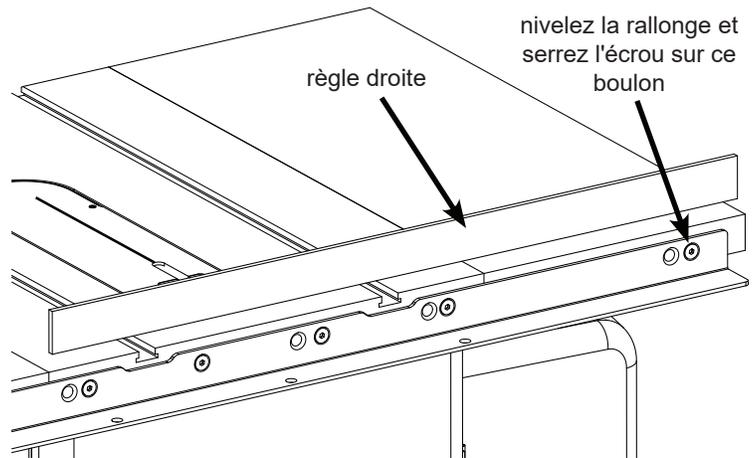

Fig. 8
8. Utilisez une règle droite pour niveler le bord arrière de la rallonge gauche par rapport au plateau de la table en fonte d'acier (voir fig. 8). Vous devrez peut-être tirer ou pousser sur le bord extérieur de la rallonge pour la mettre à niveau. Une fois que le bord arrière de la rallonge gauche est à niveau, utilisez une clé hexagonale de 5 mm et une clé de 13 mm pour serrer complètement l'écrou sur le boulon qui fixe la rallonge gauche au rail arrière. Répétez cette procédure pour mettre à niveau le bord arrière de la rallonge droite.